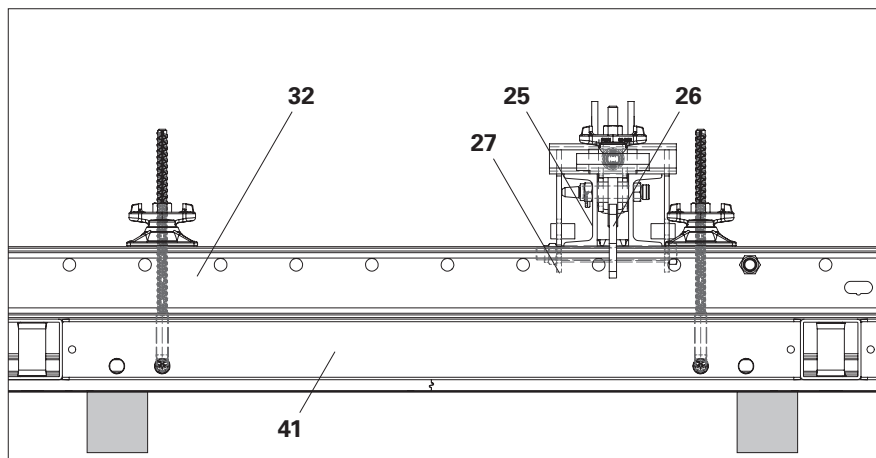
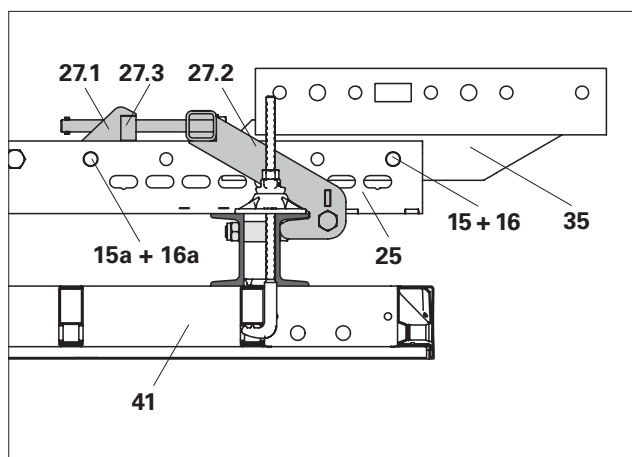

Fig. C1.01b
Fig. C1.01d
2. Posizionare la trave di rinforzo SRU (25) sul corrente (32) secondo lo schema.
3. Fissare la trave di rinforzo al corrente nella parte superiore (32) con la staffa di fissaggio corrente SRU (26). (Fig. C1.01b + C1.01c)
5. Se si utilizza la testa traversa RCS/VARIO: montare l'adattatore per travi di rinforzo (35) sulla trave di rinforzo con perni di montaggio Ø 21 (15) e inserti a molla 4/1 (16).
7. Regolare nella parte inferiore (27.2) del bullone di regolazione SW 30 (27.3) fino all'appoggio contro il corrente. (Fig. C1.01d)